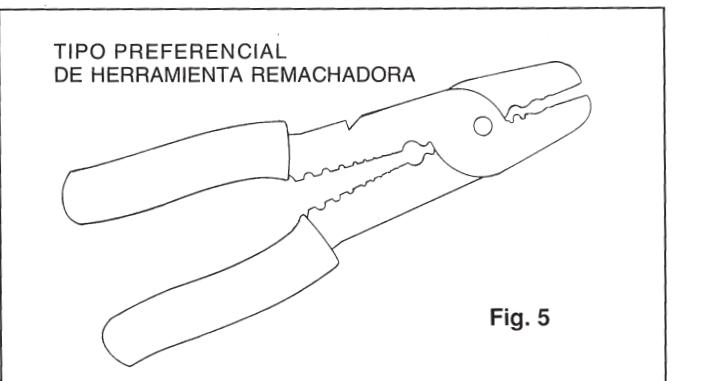

Fig. 5
E) Posez les bornes neuves sur les câbles si les bornes d'origine ont été coupées. La grosse borne est la borne positive (+), la petite borne est la borne négative (-). Faites très attention de les poser correctement; si vous les inversez, la pompe va fonctionner dans le mauvais sens et ne pompera pas. Dénudez les câbles sur environ 6 mm (1/4 po) pour y poser les bornes. De préférence au moyen de l'outil de sertissage illustré (figure 5), sertissez les bornes sur les câbles. Assurez-vous qu'elles sont solidement fixées et ne risquent pas de se détacher.